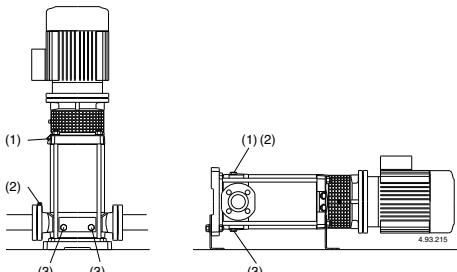

Abb. 3 (1) Auffüllung und Entlüftung:
Bei Installation der **Pumpe über dem Wasserspiegel** (Saugbetrieb, **Abb. 2A**) oder mit zur Öffnung des Rückschlagventils ungenügender Zulaufhöhe (weniger als 1 m) sind Saugleitung und Pumpe durch den Entlüftungsanschluß (1) zu füllen (**Abb. 3**).
(2) Entlüftung Saugleitung
(3) Entleerung
Wenn der **Wasserspiegel auf der Saugseite oberhalb der Pumpe** ist (Zulaufbetrieb, **Abb. 2B**) Absperrschieber in der Zulaufleitung langsam und vollständig öffnen um die Pumpe zu füllen. Dabei Schieber in der Druckleitung und die Entlüftungsöffnungen (1) (2) (**Abb. 3**) öffnen, damit die Luft entweichen kann.
Entlüftungsöffnungen (1) (2) schließen (Abb. 3).
Tritt ein Verlust der Wasserförderung (Unterbrechung des Förderflusses trotz offenen Absperrschiebern) bzw. eine vom Druckmäßiger angezeigte Druckschwankung auf, ist die Entlüftung der Saugseite (2) zu wiederholen, sind die Anschlüsse der Saugleitung auf Dichtheit zu überprüfen und sind der Entlüftungs- (2) und die Entleerungs-Verschlußschrauben (3) auf der Saugseite anzuziehen (Abb. 3).
Die Pumpe sollte wie im Fall von zeitweiser Förderung von verschmutzten Flüssigkeiten im Anschluß kurz mit sauberem Wasser durchgespült werden, um Ablagerungen zu beseitigen. Oder es ist nach der Entleerung eine Wäsche vorzunehmen, indem sauberes Wasser (wenigsten 40 Liter) in die Auflöffnung (1) Druckseite gegeben wird und aus der Entleerungsöffnung (3) Saugseite austritt (Abb. 3).
Wird die Pumpe nicht eingesetzt, so muß sie bei Frostgefahr vollständig entleert werden. Beide Verschlußschrauben (14.12) abnehmen (Pos. 3, Abb. 3).
Vor der Demontage die Absperrorgane in der Zulauf- bzw. Saug- und der Druckleitung schließen und das Pumpengehäuse entleeren (Abb. 3).